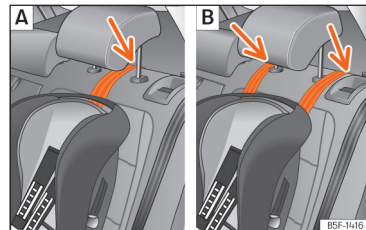
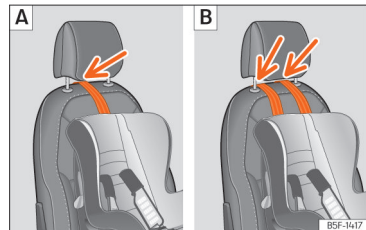

Fig. 3 Seients del darrere: ajust i muntatge en funció del cinturó Top Tether.
Fig. 4 Seient de l'acompanyant: ajust i muntatge en funció del cinturó Top Tether.
- Col·loqueu la corretja per sota del reposacaps [en funció de les instruccions de la cadira, aixequu o retireu el reposacaps si és necessari] » » fig. 3, » » fig. 4.